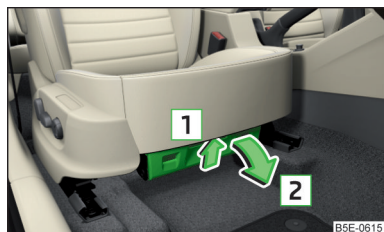

Fig. 90
- ▶ Pentru **deschidere**, apăsați mânerul în sensul săgeții **1** și deschideți compartimentul în sensul săgeții **2** » fig. 90.